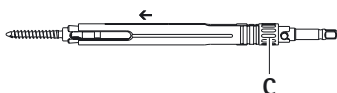

Fig. 5
- Introducir el casquillo exterior A en el sentido del tornillo pedicular y fijar el tornillo pedicular con el tornillo aprisionador C en el manguito de apriete 2, ver Fig. 5.